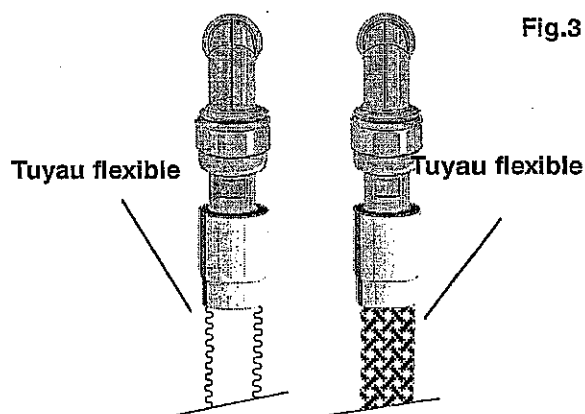

Fig.3
- Un tuyau flexible (à embouts mécaniques) longueur maxi 1,50 m (Fig.3).